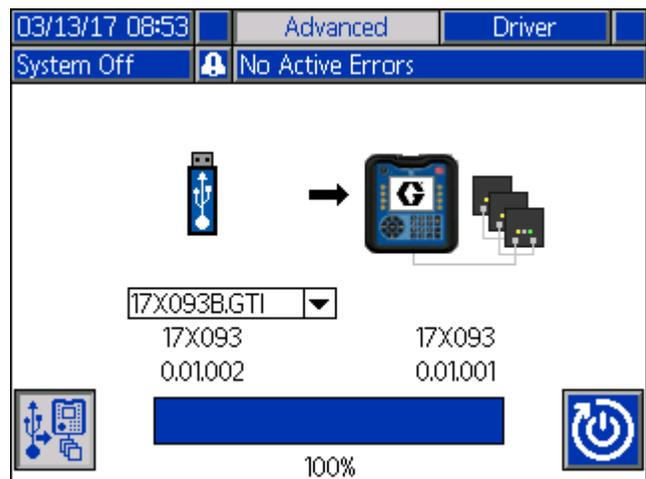

FIG. 12 : Fin du transfert du logiciel
8. Lorsque le transfert est terminé, la barre de progression s'affiche en bleu foncé et le message « 100 % » est indiqué, comme illustré à la **Figure 12**. Retirez le lecteur USB et le jeton de l'ADM.